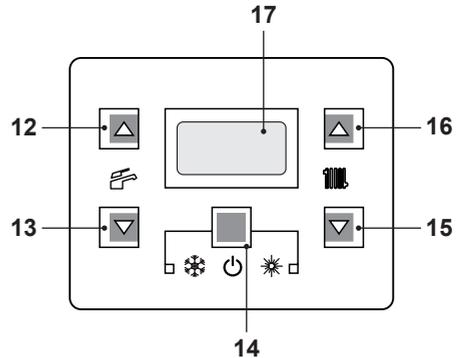
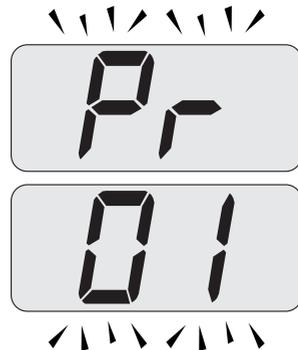
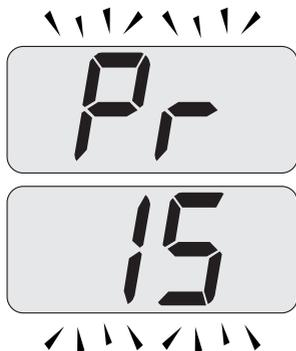

Figura 5.34
Figura 5.35
Figura 5.36
- Entrare in "modalità programmazione" premendo contemporaneamente per 10 secondi i tasti 14 - 15 - 16 (Figura 5.34) fino a far apparire sul display LCD le lettere **Pr** che si alternano con il codice **01**, indicanti l'entrata nel "parametro 01" (Figura 5.35).
- Scorrere i vari parametri utilizzando i tasti 15 o 16 fino a far apparire sul display LCD le lettere **Pr** che si alternano con il codice **15**, indicanti l'entrata nel "parametro 15" (Figura 5.36).
- Premere contemporaneamente i tasti 14 e 16 (Figura 5.34) fino a far apparire sul display LCD il valore del parametro 15 (Figura 5.37).
- Premendo il tasto 14 (Figura 5.34) si ottiene la conferma del valore inserito.
- Premendo contemporaneamente i tasti 14 e 15 (Figura 5.34) si esce senza modificare il valore (ritorno alla lista parametri Figura 5.36)
- Premendo contemporaneamente per 10 secondi i tasti 14 - 15 - 16 (Figura 5.34) si esce dalla "modalità programmazione".
Comunque se la temperatura ambiente non dovesse essere confortevole si può aumentare o diminuire la temperatura di mandata dell'impianto riscaldamento di  $\pm 15^\circ\text{C}$  agendo sui tasti 15 (diminuzione) e 16 (aumento) (Figura 5.34).